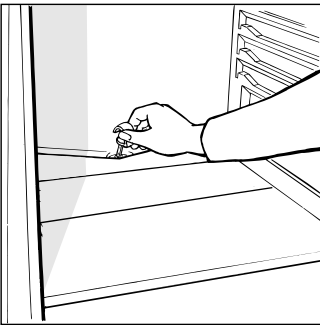

Fig. 2
Este aparato posee descongelación automática, el agua se conduce hacia la parte posterior a través de la descarga correspondiente (fig. 2) donde el calor producido por el compresor la hace evaporar. La única intervención que se debe hacer periódicamente consiste en limpiar el orificio de desagüe que se encuentra detrás de los recipientes para verdura, para que el agua pase regularmente.
- el orificio de descarga del agua de descongelación está tapado (ver fig. 2).